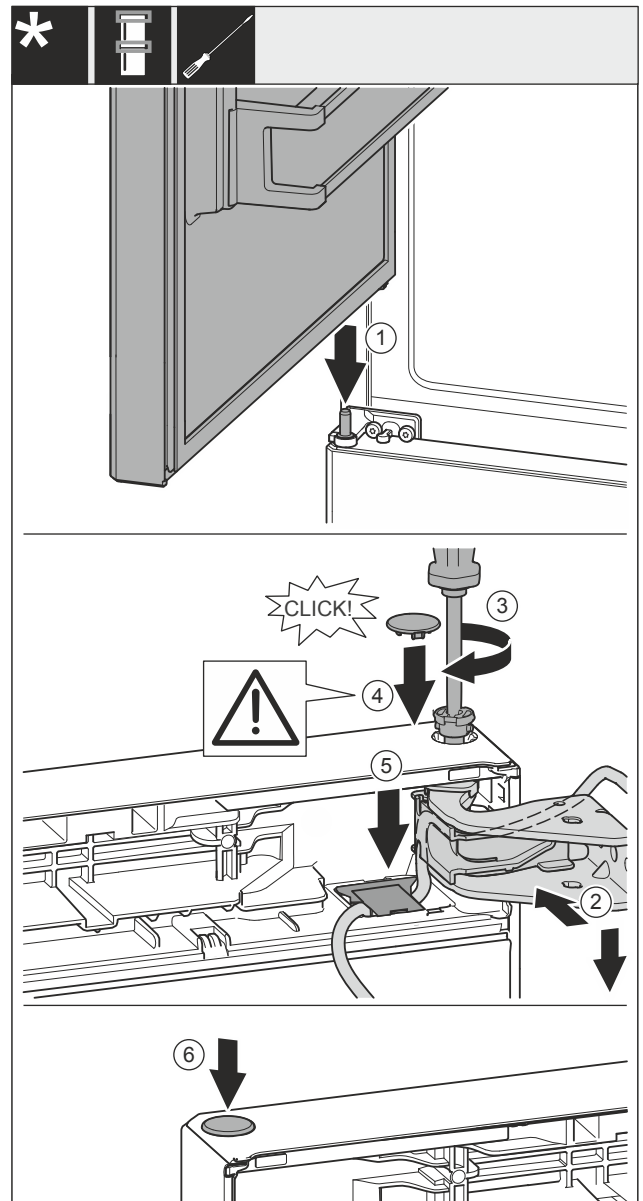

Fig. 60
- ▶ Obere Tür auf mittleren Lagerbolzen Fig. 60 (1) setzen.
- ▶ Tür oben zur Öffnung im Lagerbock Fig. 60 (2) ausrichten.
- ▶ Bolzen Fig. 60 (3) einsetzen und mit Schraubendreher festschrauben.
- ▶ Abdeckung Fig. 60 (4) einsetzen.
- ▶ Kontrollieren, dass die Abdeckung Fig. 60 (4) auf der Tür aufliegt.
- ▶ Abdeckung Fig. 60 (5) einsetzen und nach unten drücken bis sie einrastet.
- ▶ Abdeckung Fig. 60 (6) einsetzen.